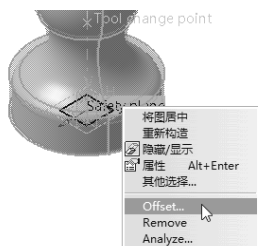
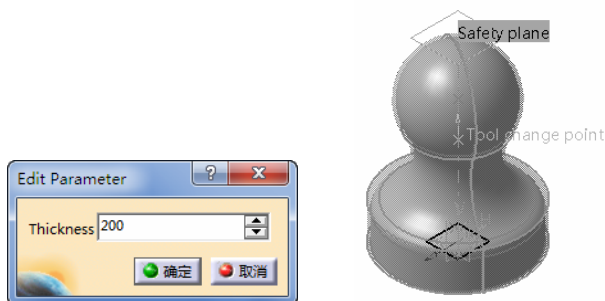

图 5-10 快捷菜单 (1)
图 5-11 创建的安全平面 (1)
- 右键单击所创建的安全平面, 在弹出的快捷菜单 (1) 中选择 “Offset” 命令, 如图 5-10 所示。系统弹出 “Edit Parameter” 对话框, 在 “Thickness” 文本框中输入偏移值 “200”, 单击 “确定” 按钮, 创建的安全平面 (1) 如图 5-11 所示。